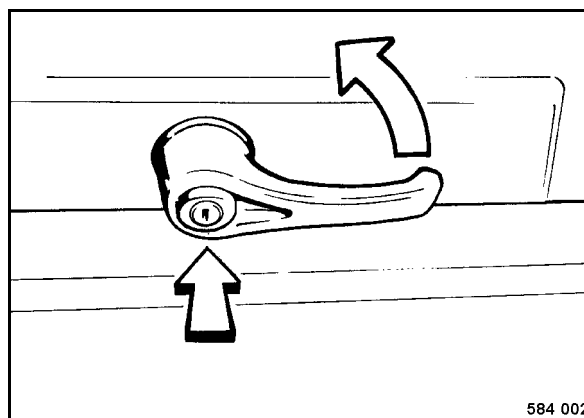

Fig. 82
- Abrir el mecanismo de enclavamiento (Fig. 82).